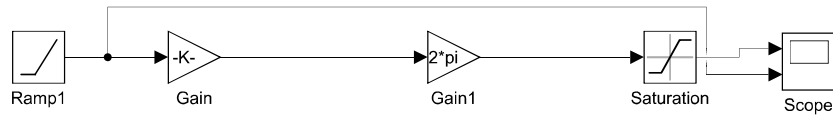

Abbildung 3.2: Simulink-Modell
b) Es soll nun ein Modell mit Simulink erstellt werden, welches ein Subsystem zeigt, mit dem die Darstellung der in Aufgabenteil a) entwickelten Funktionalität darstellen lässt. Jenes ist in Abbildung 3.2 zu sehen.